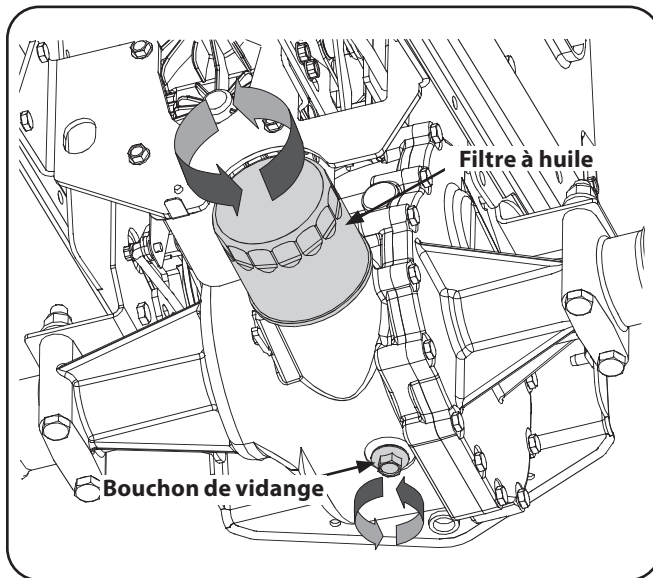

Figure 6-7
3. Retirez le bouchon de vidange et vidangez l'huile de la transmission dans un récipient collecteur d'une capacité minimum de 5,68 litres. Remplacez le bouchon de vidange. Voir Figure 6-7.
4. Nettoyez autour de la base du filtre à huile et retirez le filtre en le tournant dans le sens anti-horaire. Voir Figure 6-7.